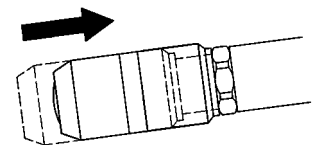

Fig. 2
- Install the extension (2) on the control valve outlet using sealing.
- Connect the control valve inlet swivel (15) to the fluid supply hose using sealing.
- The semi-automatic tip is opened automatically when the trigger is pressed. To close, snap back the tip (fig 2).
- Colocar la extensión (2) a la salida de la pistola de control, usando sellador.
- Conectar la rótula (15) de entrada de la pistola de control a la manguera de suministro de fluido, usando sellador.
- La boquilla semi-automática se abre automáticamente al apretar el gatillo. Para cerrar, presionar la boquilla hacia atrás con la mano (Fig. 2).
- Placer l'extension rigide (2) à la sortie de la poignée de distribution et la fixer à l'aide d'une pâte d'étanchéité.
- Placer le raccord (15) d'entrée de la poignée de distribution au flexible de distribution de fluide et le fixer à l'aide d'une pâte d'étanchéité.
- Le système anti-goutte semi-automatique s'ouvre automatiquement en appuyant sur la gâchette/levier (5). Pour bloquer l'anti-goutte, il suffit de pousser vers l'arrière ce dernier et à la main (voir fig.2)